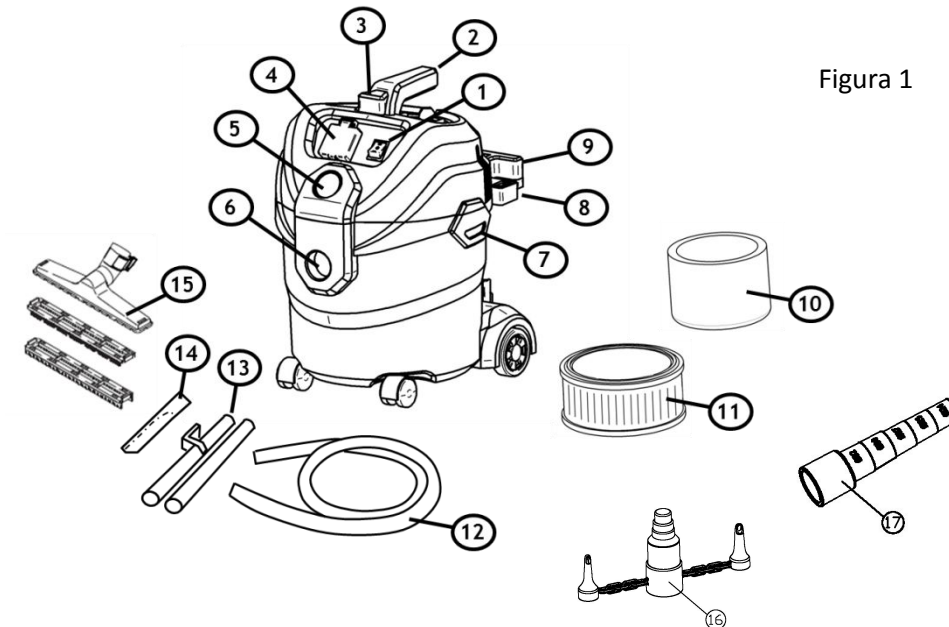
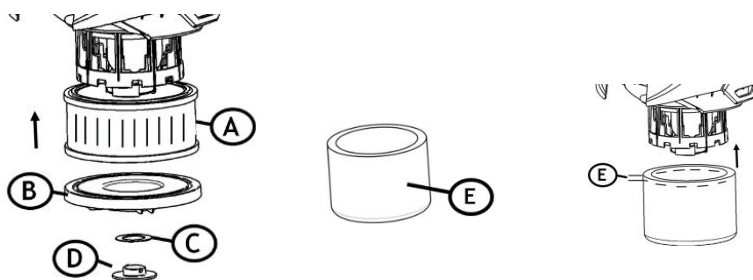

Figura 1
Figura 8
2. Compruebe que el interruptor, figura 1 (1), se encuentre en la posición de apagado. **0** = apagado, **I** = encendido.
9. Compruebe que el interruptor de encendido/apagado, figura 1 (1), esté en la posición de apagado (0).
15. Para la aspiración en húmedo, debe utilizarse un filtro de espuma, figura 1 (10).
- Coloque el interruptor en la posición de apagado (0) y desenchufe el cable de alimentación.
- Consulte la figura 8. Retire la cubierta protectora y los fiadores (B, C y D).
- Retire el filtro HEPA (A) y guárdelo.
- Coloque el filtro de espuma (E) en la cesta del filtro.
22. Conecte el cable de la herramienta eléctrica a la toma de corriente de la aspiradora (A). Conecte el adaptador de herramienta eléctrica (figura 1, núm. 17) al aspirador de polvo de la herramienta eléctrica y a la manguera de aspiración.
24. Para utilizar la aspiradora como soplador, coloque el interruptor en la posición de apagado (0). Retire la manguera del orificio de entrada, figura 1 (5), y conéctela a la salida de soplado, figura 1 (4). Coloque el interruptor en la posición de encendido (I).